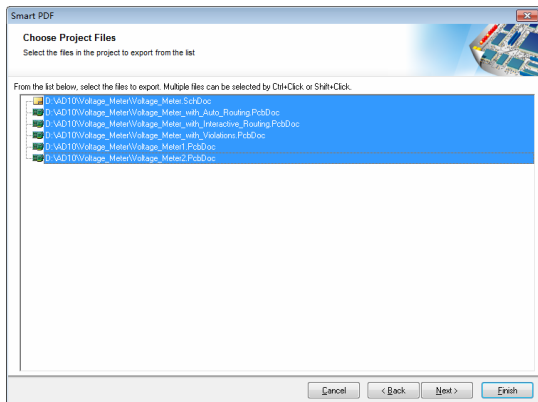

图 16-32 Choose Project Files 界面
(3) 单击 Next 按钮, 进入选择工程文档界面, 如图 16-32 所示, 处于选中状态的文档将被包含在输出的 PDF 文档中。